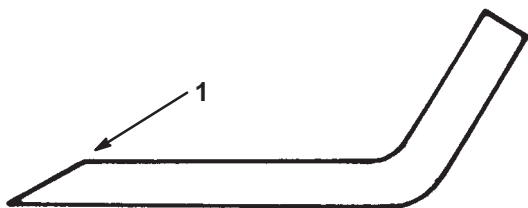

Figure 28
1. Au moyen d'une lime, aiguisez les tranchants aux deux extrémités de la lame (Fig. 28) en veillant à conserver l'angle de coupe d'origine. Limez la même quantité de métal sur chacun des deux tranchants pour ne pas déséquilibrer la lame.